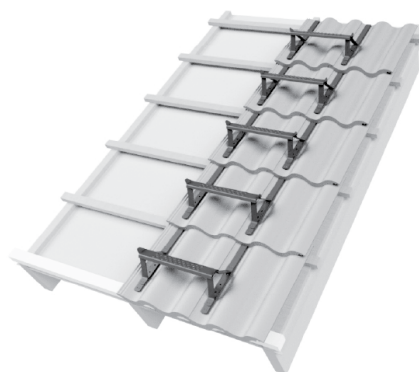

Bild 4.
**4.** Montera ett bärläktsteg på varje pannrad. Bärläktstegen skall monteras i rak linje nerifrån och upp (se bild 4).